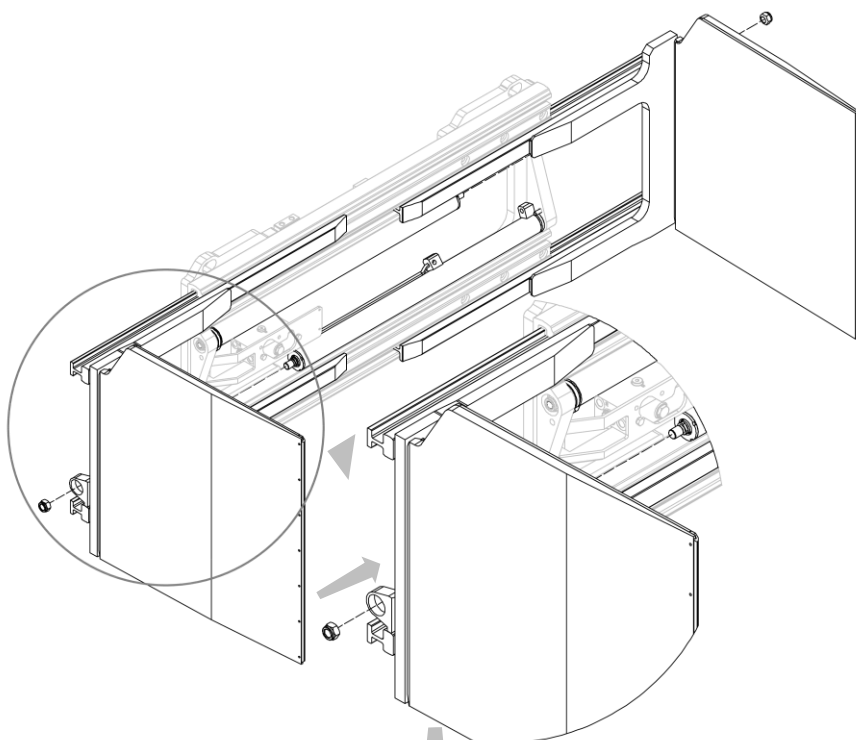
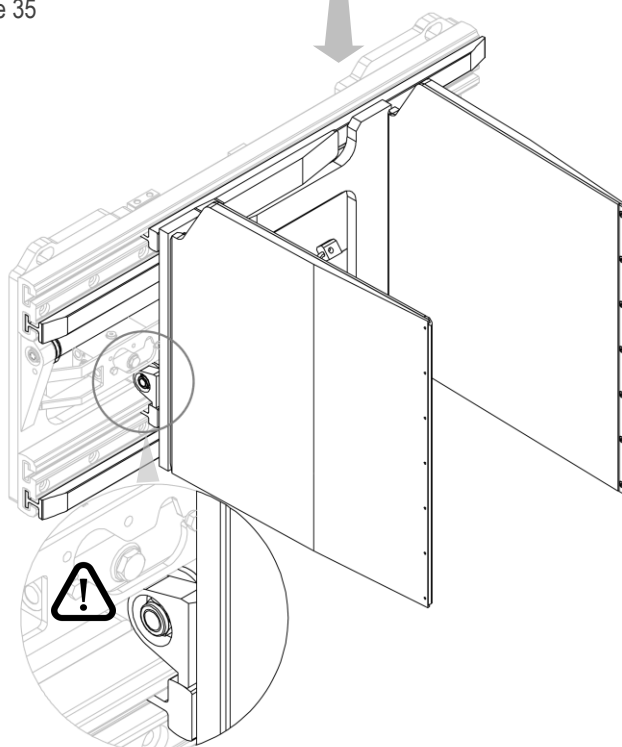

Figure 35
Figure 36
2. Insérer, une par une, les fourches dans les logements appropriés et serrer les écrous qui les fixent aux vérins (voir *Figure 35* et *Figure 36*).